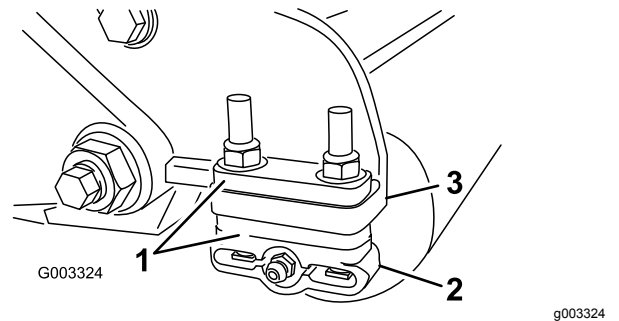

图12
1. 根据剪草高度表将所需数量的隔片放在侧板安装法兰图12下将后滚筒支架图12调节到所需的剪草高度范围。